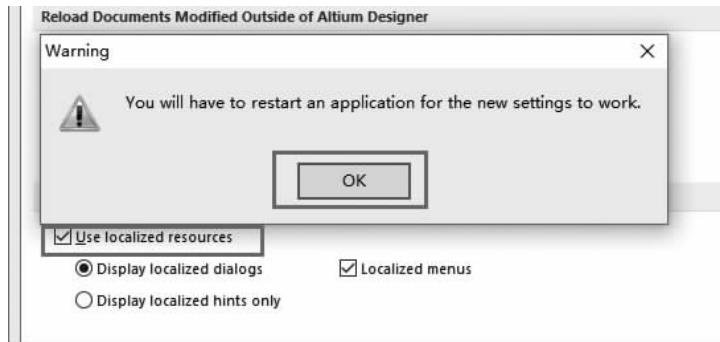

图 1-16 设置重启警告
(3)在如图 1-16 所示对话框中,选中“Display localized dialogs”(显示本地化语言对话框)单选按钮,选中“Localized menus”(显示本地化语言菜单)复选框,在“You will have to restart an application for the new settings to work”(必须重新启动应用程序以便新设置正常工作)警告对话框中,单击“OK”按钮。